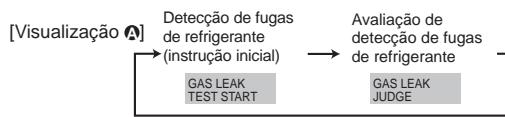

Fig. 8-2
- Prima o botão **CLOCK** (▼) e seleccione [GAS LEAK TEST START] (Iniciar teste de fuga de gás). (Fig. 8-2)